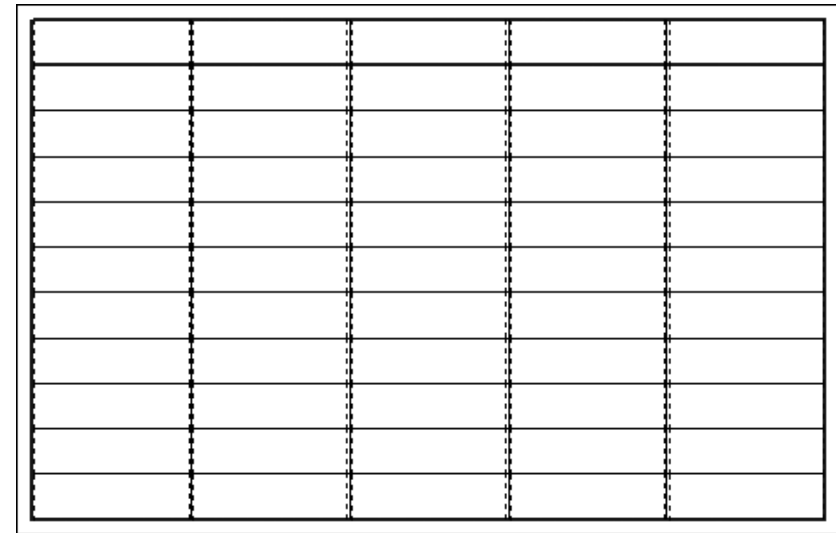

Рис. 5.63. Шаблон таблицы с заданными данными
- щелкните по кнопке **ОК**. Появится шаблон таблицы (рис. 5.63).